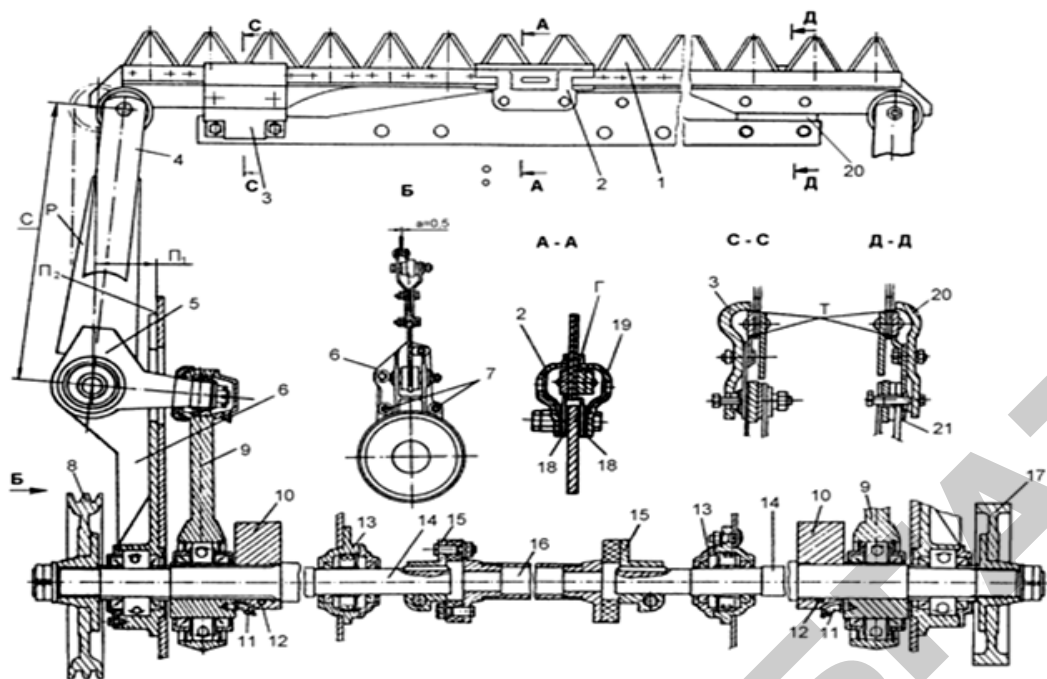

Рис. 16. Регулировка беспальцевого режущего аппарата жатки для трав;
– установите рычаги «Р» (рис. 16) привода режущего аппарата в максимально разведенное положение;